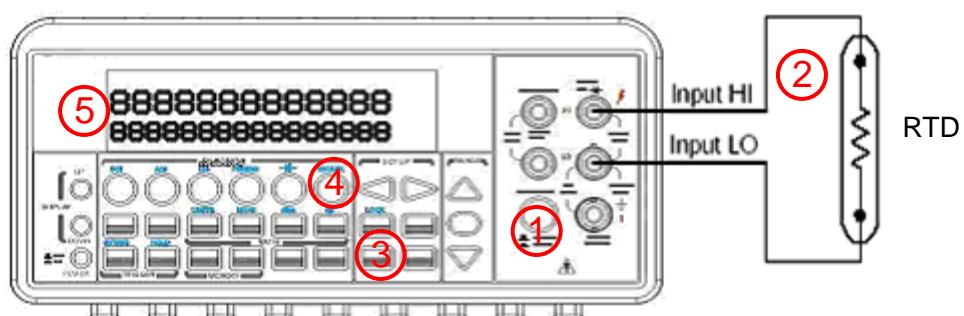

図 3-14
- ① TERMINALS スイッチを使用して前面パネルの入力端子を選択します。
- ② 図 3-14 に示すようにプラチナ RTD を接続します。
- ③ CONFIG、TEMP ボタンを押した後、△または▽ボタンを押すとディスプレイが”SENSOR”表示のときセンサータイプを、”UNIT”表示のとき単位を選択できますので選択し ENTER ボタンを押します。それぞれについて△または▽ボタンで項目を選択し、ENTER ボタンを押して設定します。
- ④ TEMP ボタンを押します。
- ⑤ RTD を希望の位置に置き、ディスプレイ上の測定値を読み取ります。